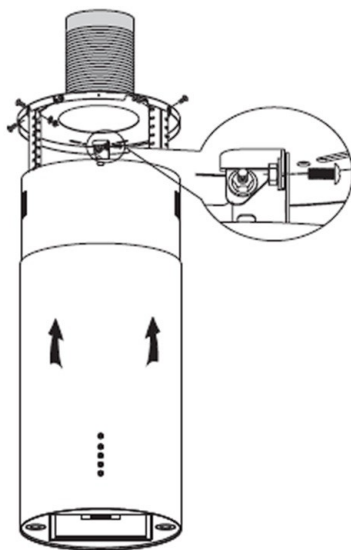

Рисунок 8
9. Установите прибор и вытащите вентиляционную трубу из потолка. Затем с помощью 6 винтов M4x10, гаек M4 и шайбы прикрепите угловой элемент прибора к подвесной доске. См. рисунок 8.